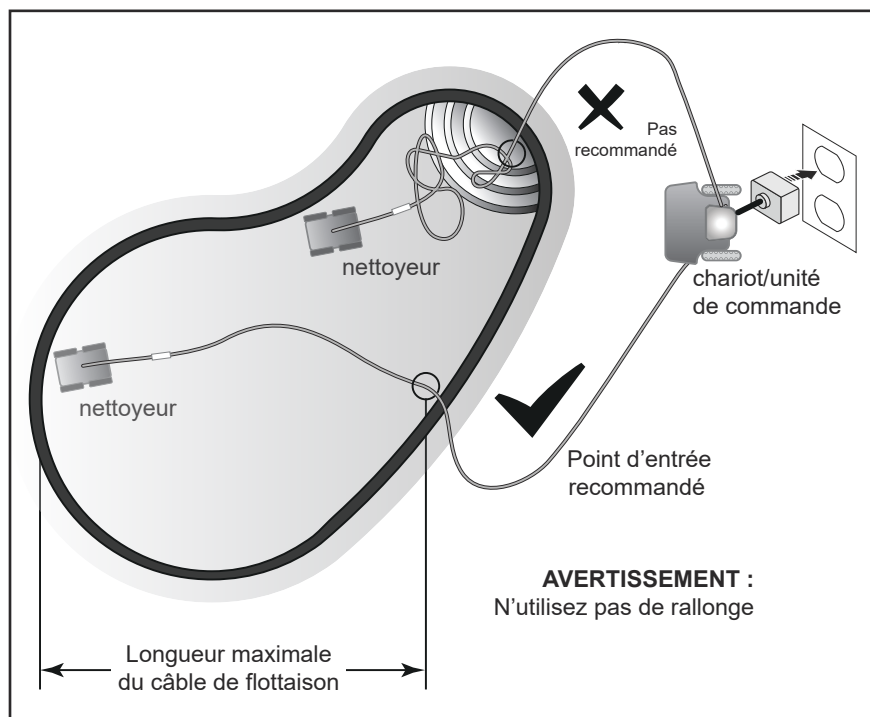

Figure 14. Point d'entrée dans la piscine pour une configuration optimale
4. Placez seulement assez de câble flottant dans l'eau pour atteindre l'extrémité la plus éloignée de votre piscine depuis le point central. Étalez le câble flottant en veillant à ce qu'il ne soit ni plié ni bobiné (Figure 14).
**REMARQUE :** Pour obtenir une configuration optimale et réduire l'enchevêtrement, le câble flottant doit pénétrer dans l'eau près du milieu de la longueur de la piscine. Ne placez que suffisamment de câble dans l'eau pour atteindre le point le plus éloigné de la piscine (voir Figure 14).